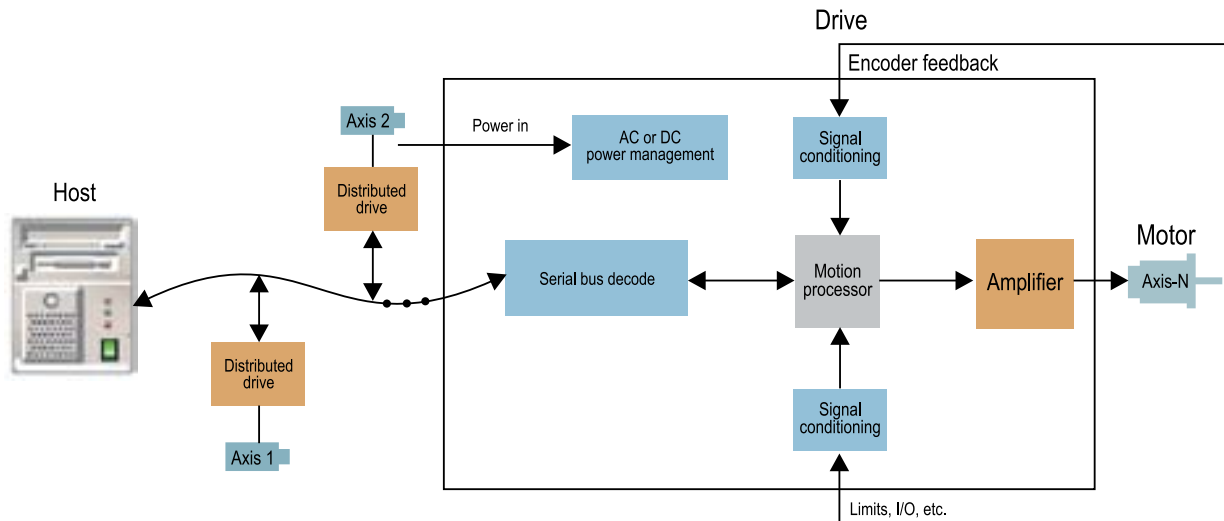

Рис. 3 Распределенный привод
3. Третий тип архитектуры систем управления движением, известный как распределенный привод, объединяет возможность синхронизации карт управления движением с простотой подключения и увеличенной надежностью автономных приводов. Такой привод использует сетевое подключение для связи с центральным управляющим устройством (например, промышленный компьютер или ПЛК), но при этом имеет все возможности автономного привода, а именно: генератор траектории, усилитель и внутренняя система питания от постоянного или переменного напряжения. Такая архитектура приведена на рис. 3.